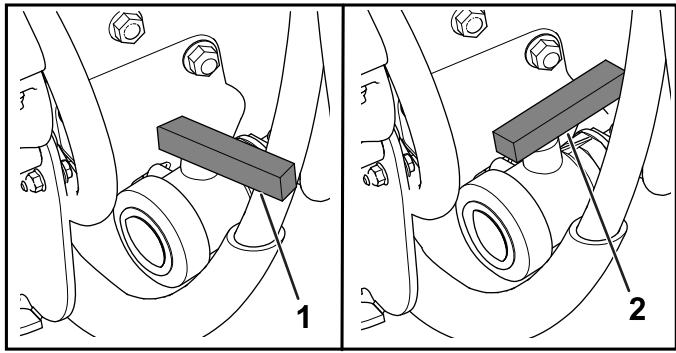

図 86
3. タンクのドレンバルブを開いて残っている薬液をすべて排出する (**図 86**)。
4. ドレンバルブを閉じる 図 86。